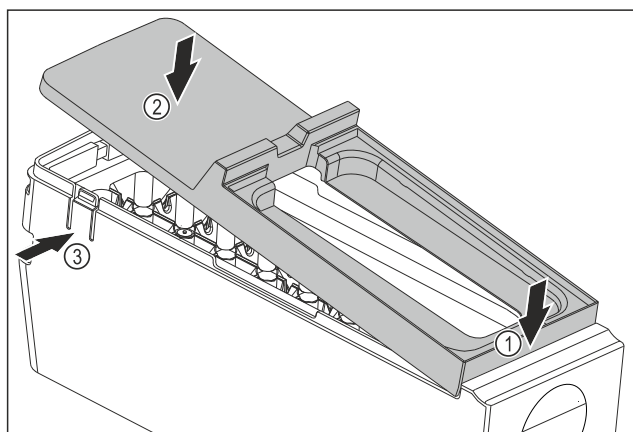

Fig. 108
- ▶ Montare la copertura del corpo dell'EasyTwist-Ice: Applicare la copertura sul davanti. Fig. 108 (1)
- ▶ Abbassare la copertura sul retro. Fig. 108 (2)
- ▶ La copertura si innesta in entrambe le linguette Fig. 108 (3) in modo udibile.